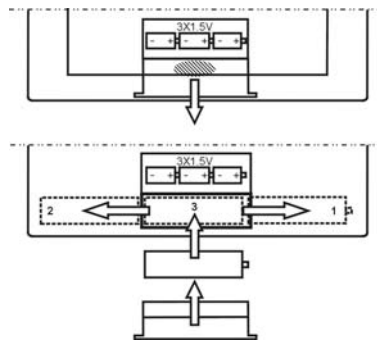

Рис.3. Установка элементов питания в прибор
- снимите крышку батарейного отсека (рисунок 3). Для этого нажмите на крышку в месте указанном штриховкой. Продолжая нажимать на крышку, выдвиньте ее из корпуса в направлении стрелки.